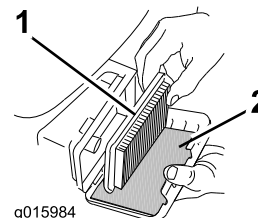

Figura 23
3. Îndepărtați filtrul de aer din hârtie și prefiltrul din spumă (Figura 23).